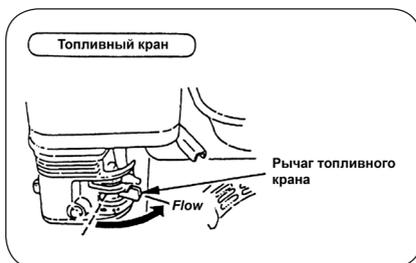

рис. 3
- Установите рычаг топливного крана в положение FLOW (рис. 3)